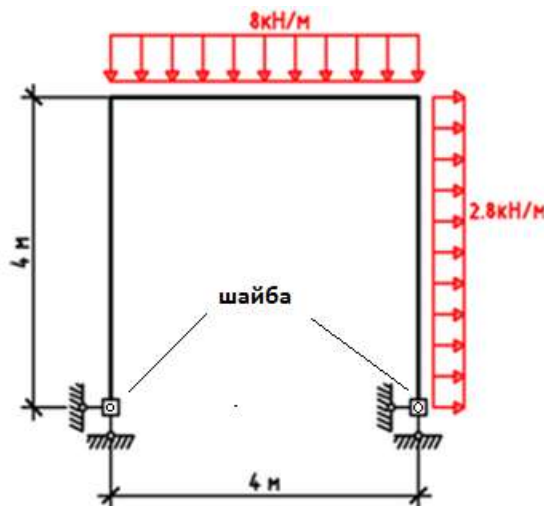

Рис.2.1 Расчетная схема
2. Определить предельные нагрузки для стержневой системы, работающей в упругопластической стадии (рис.2.1, рис.2.2). Материал системы подчиняется диаграмме жесткопластического тела.